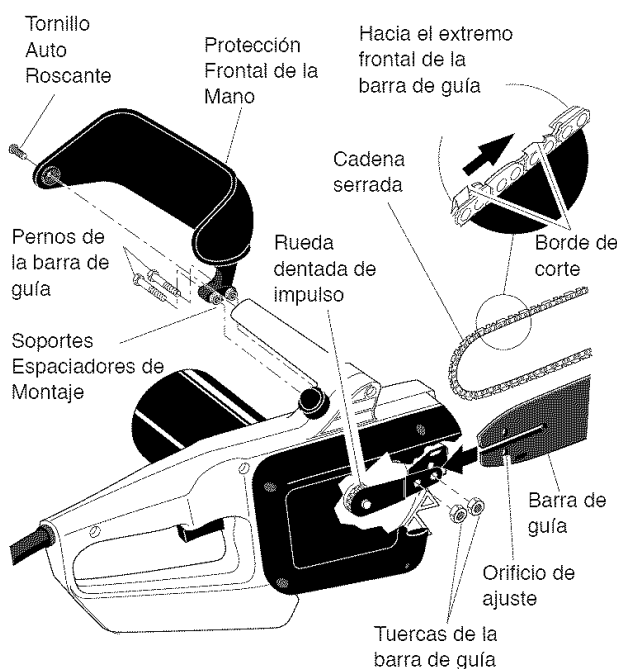

Figura 2 - Ensamble de la Barra Guía, Cadena y Protección para la mano
2. Instale la protección frontal de la mano en el cuerpo de la sierra. Haga esto presionando los dos soportes separadores de montaje de la Protección para la mano hacia los orificios de forma hexagonal en el cuerpo de la sierra (vea la Figura 2).
1. Antes de regular la cadena, asegúrese que las tuercas de la barra guía estén solamente ajustadas a mano (Vea la Figura 2. También asegúrese que el bloque de regulación esté en el orificio ovalado de regulación de la barra guía (Vea las Figuras 2 y 3).